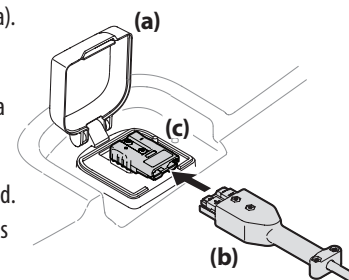

Figura 11
- Levante la tapa del puerto de carga (a). Consulte la Figura 11.
- Inserte el cable de carga (b) en el puerto de carga (c). Consulte la Figura 11.